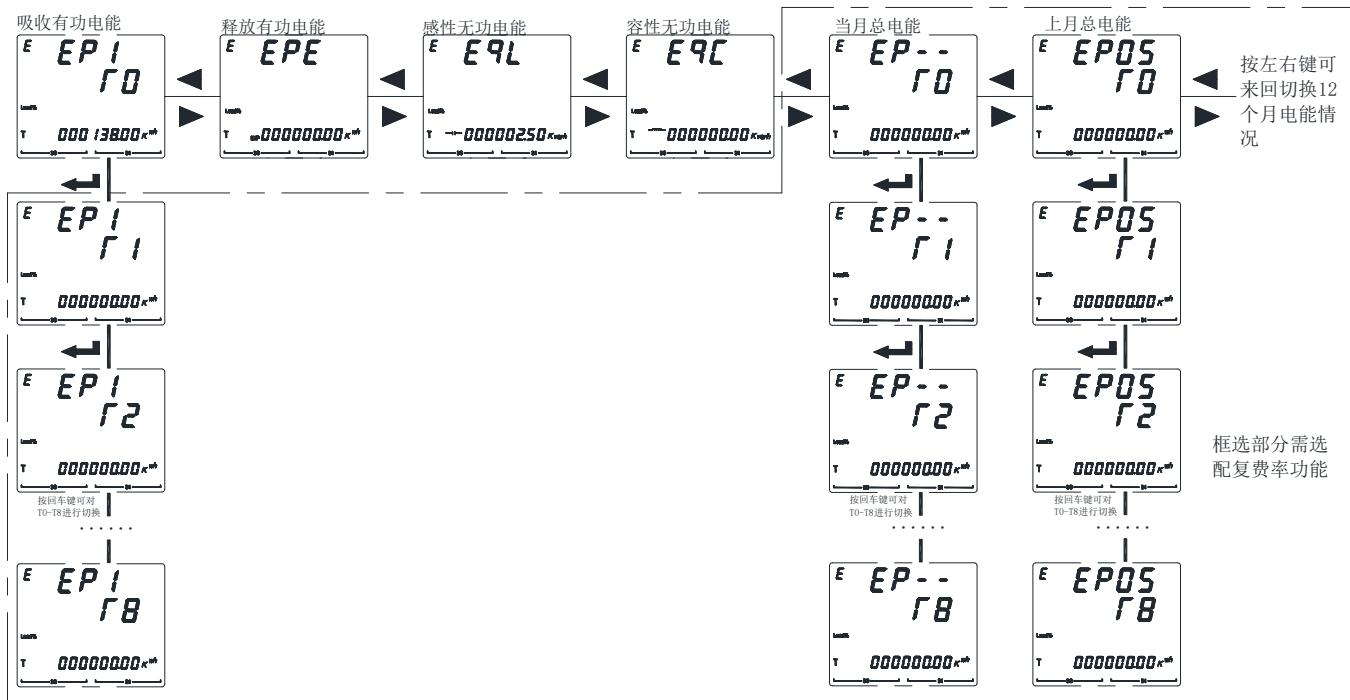

图 21
5.2.6 查看AMC72L/96L的电能参数及复费率电能（仅选配F有复费率电能功能）步骤如图21所示：